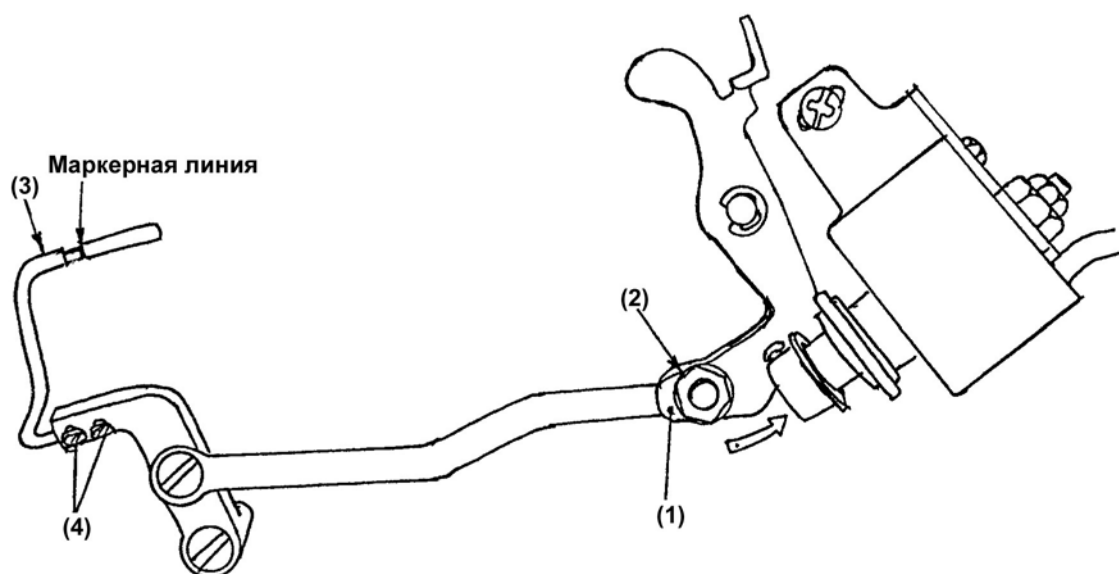
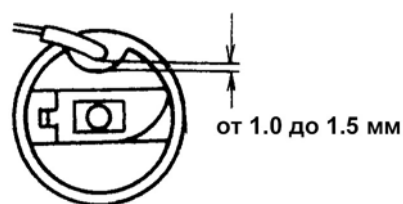

Рис. 27
Рис. 28
Если захват нитепритягивателя (Рис. 27 (3)) входит глубоко в направлении шпульки при обрезке нити, шпулька не вращается, а шпулечная нить обрезается короче стандартной длины. В результате происходит соскальзывание нити в начале шитья.
Отрегулируйте положение захвата нитепритягивателя таким образом, чтобы шпулечная нить была слегка вытащена в положении, при котором зажимная пластина (Рис. 27 (1)) прижата в направлении, показанном стрелкой (правая сторона). В это же время как показано на рис. 28, отрегулируйте так, чтобы был обеспечен зазор шириной от 1.0 до 1.5 мм между верхним краем захвата нитепритягивателя (прижима шпульки) и выемкой на верхней поверхности шпульки. Кроме того, после того, как зажимная пластина прижата вправо, слегка прижмите захват нитепритягивателя (3) и отрегулируйте так, чтобы задняя часть прижима шпульки был выровнен с маркерной линией на захвате нитепритягивателя в положении, при котором отсутствует всякий люфт.
Ослабьте винты (Рис. 27 (4)) и отрегулируйте положение захвата таким образом, чтобы верхний край (прижима шпульки) захвата нитепритягивателя располагался так, как показано на рис. 28. Чтобы отрегулировать глубину вхождения захвата нитепритягивателя, сместите положение шарнирного пальца звена захватного приспособления (Рис. 27 (2)). После завершения данной настройки затяните шарнирный палец контргайки захватного приспособления.